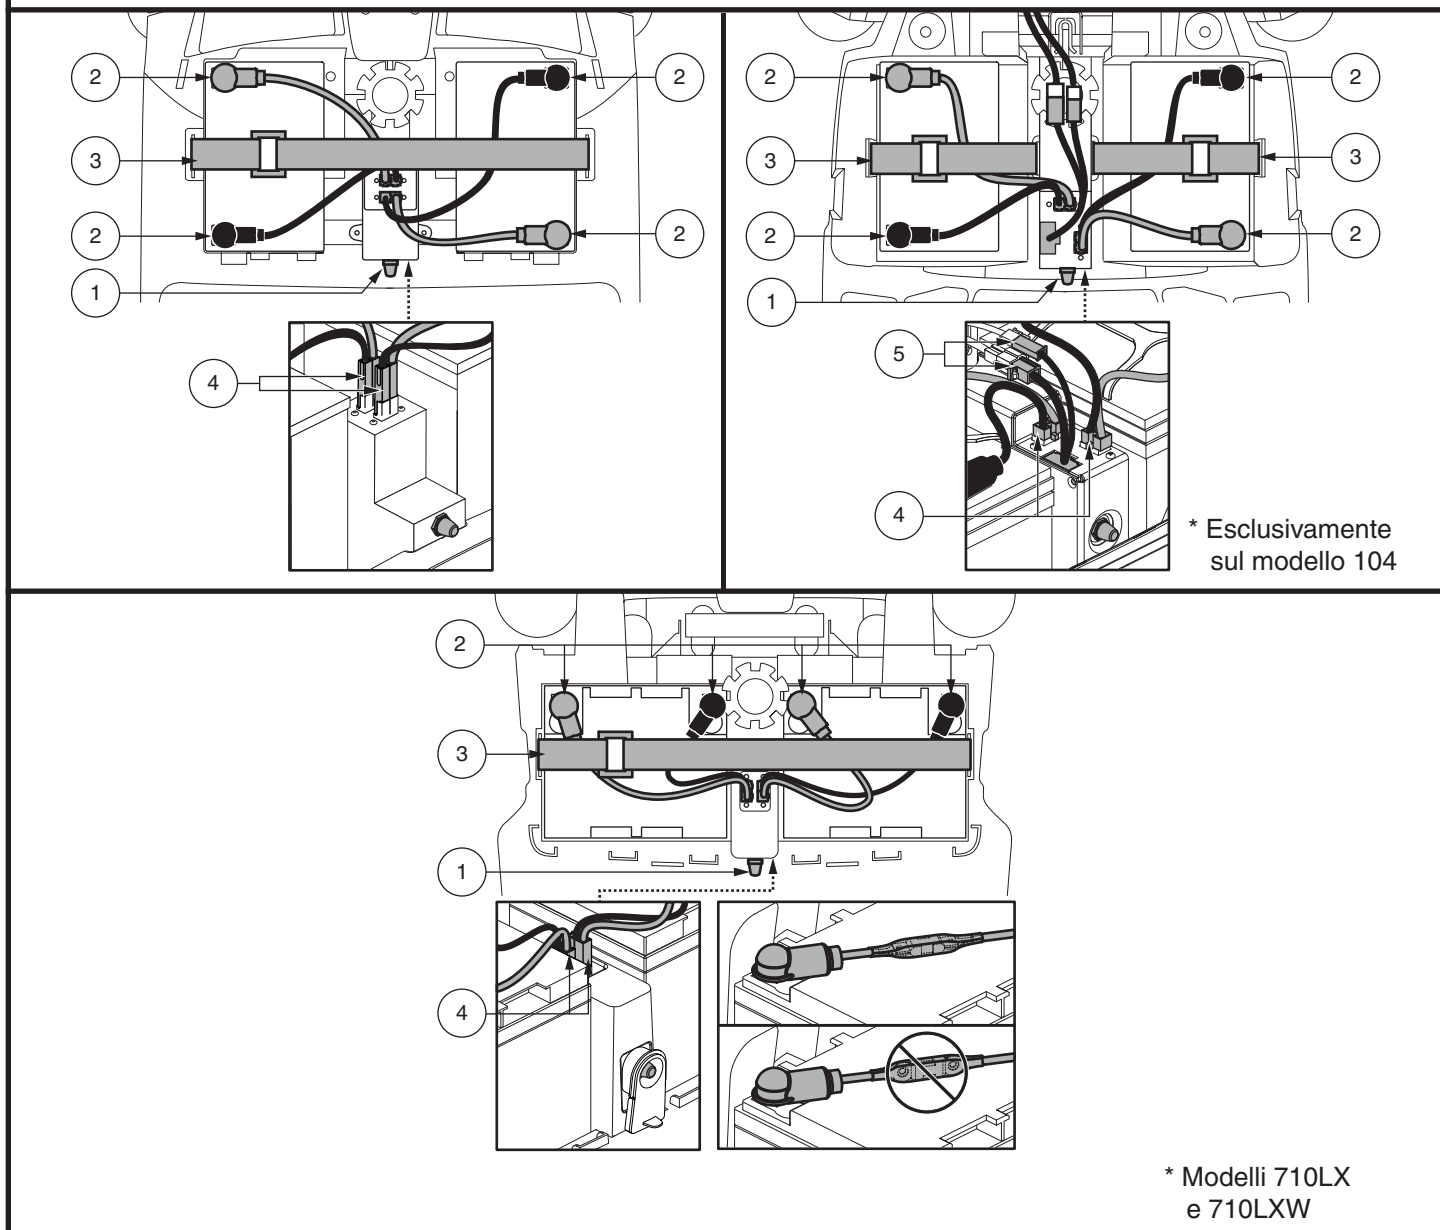

Figura 11. Terminali e connessioni per l'installazione/rimozione delle batterie
2. Scollegare la fascetta di fissaggio delle batterie. **Vedere figura 11.**
3. Scollegare il gruppo della batteria sollevandolo verso l'alto. **Vedere figura 11.**
6. Posizionare la batteria nuova nell'alloggiamento corrispondente. Per i modelli 710LX e 710LXW, rivolgere verso il retro i terminali della batteria di ciascuna batteria. Per tutti gli altri modelli, rivolgere i poli della batteria di ciascuna batteria l'una di fronte all'altra e verso i lati esterni dello scooter. **Vedere figura 11.**